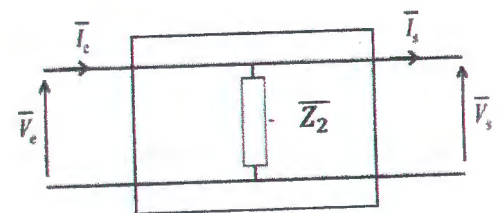

Figure 2
- 2-On considère le quadripôle représenté sur la figure 2. Établir les relations liant  $V_s$  et  $I_s$  à  $V_e$  et  $I_e$ . En déduire la matrice de transfert ( $T_2$ ) de ce quadripôle.